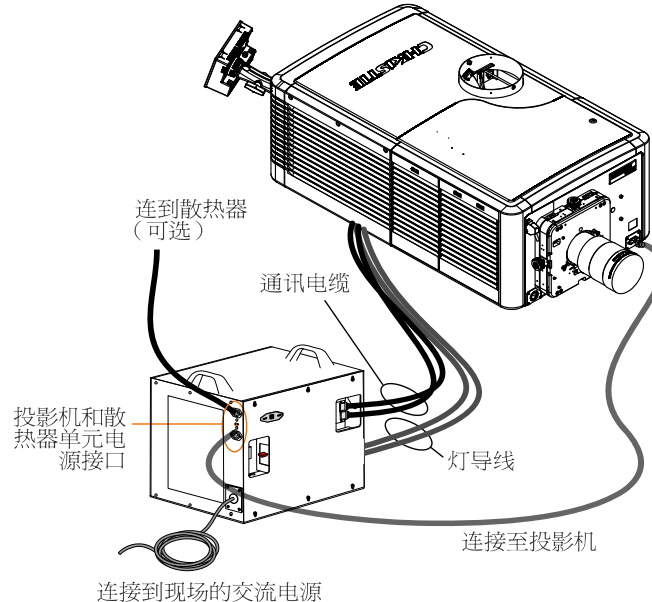

图 2-23 LPS 连接
5. 使用 LPS 随附的电源线，将其一端连接至标有“仅限投影机”的电源接口，另一端连接至投影机前镜头框的插头（图 2-23）。